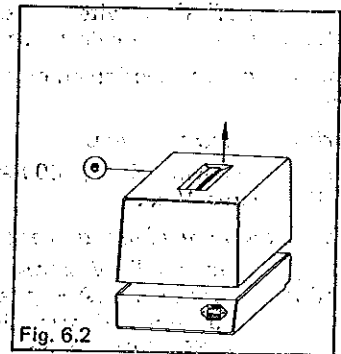

Fig. 6.2
- Poser l'appareil sur son plancher et retirer la coque supérieure du boîtier ② (Fig. 6.2).